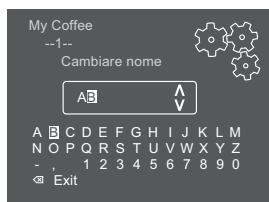

Fig. 18: Modifica del nome di un profilo personalizzato
5. Selezionare con i "tasti freccia" singoli caratteri e confermarli rispettivamente con "menu/ok" (vedere Fig. 18).